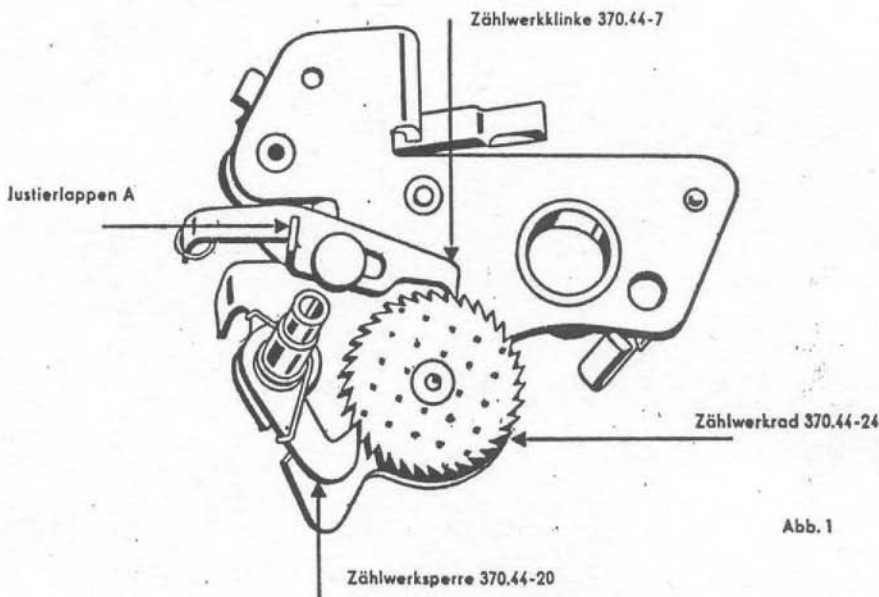

Abb. 1
6. Zählwerk Justieren (s. Abb. 1).